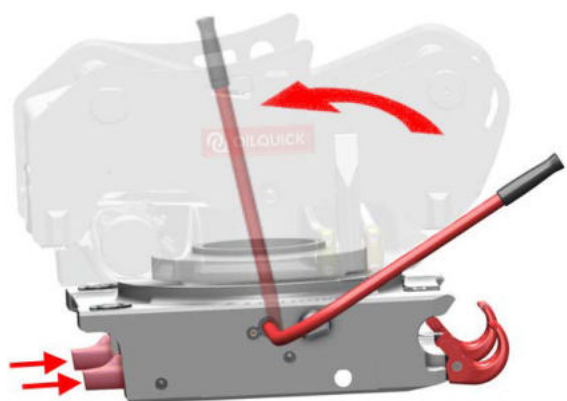

Abbildung 48: Riegelbolzen **ENTRIEGELN**
- b) Betätigen Sie den Riegelhebel gegen den Uhrzeigersinn bis zum Endanschlag (*siehe Abbildung 48*).